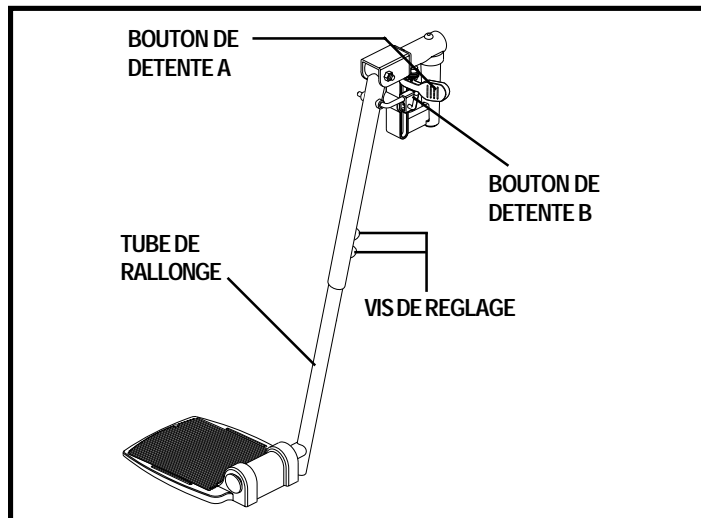

Figure 20. Repose-jambes éleveurs
1. Pesez sur le levier de détente A. Voir la figure 20.
1. Pesez sur le bouton de détente. Voir la figure 20.
1. Retirez les deux vis de réglage sur le côté de chaque rallonge des ELR. Voir la figure 20.